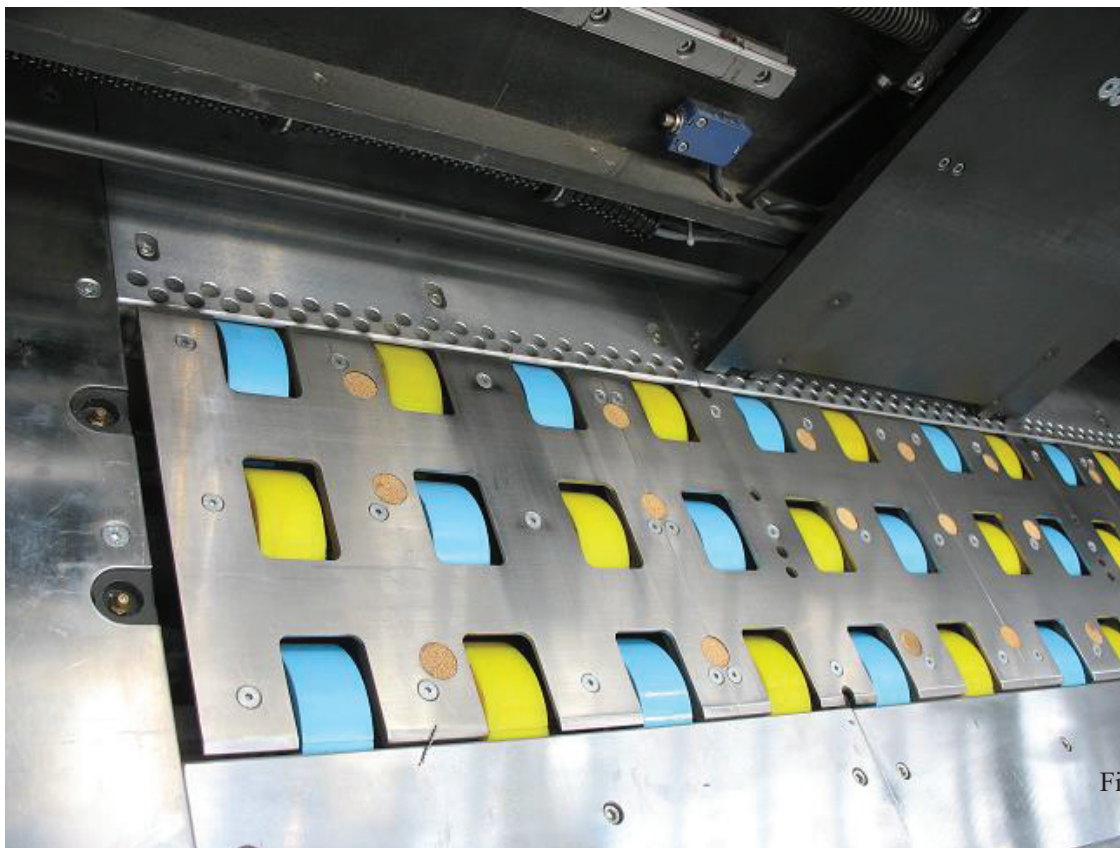

Fig. 4
5.1.5 VACUUM SYSTEM (Figure 4)